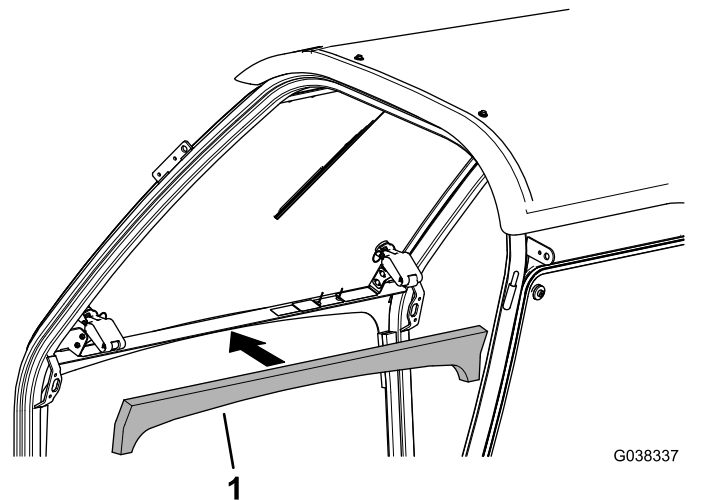

Figur 9
3. Ta bort de tre skruvarna och de tre muttrarna som fäster det vänstra räcket och ta bort det (Figur 9).
9. Montera vänster räcke som du tog bort tidigare med hjälp av de tre skruvarna och de tre muttrarna (Figur 9).